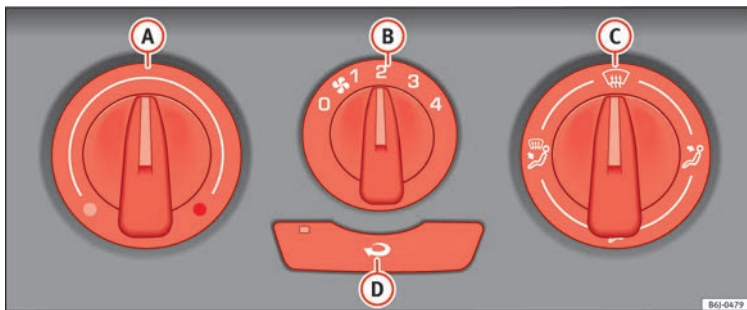

Fig. 126 Sur le tableau de bord : éléments de commande du chauffage
- Tournez le régulateur de température » fig. 126 A vers la gauche.
- Tournez le régulateur de température » fig. 126 A vers la droite pour sélectionner la puissance de chauffage souhaitée.
- Tournez le régulateur de température » fig. 126 A vers la droite jusqu'à la puissance de chauffage maximum.
- Tournez le régulateur de température » fig. 126 A vers la zone de chauffage.